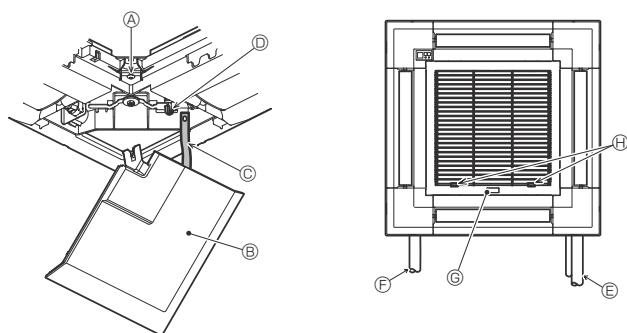

Fig. 9-11
9.5. Montaż kratki wlotowej (Fig. 9-11)